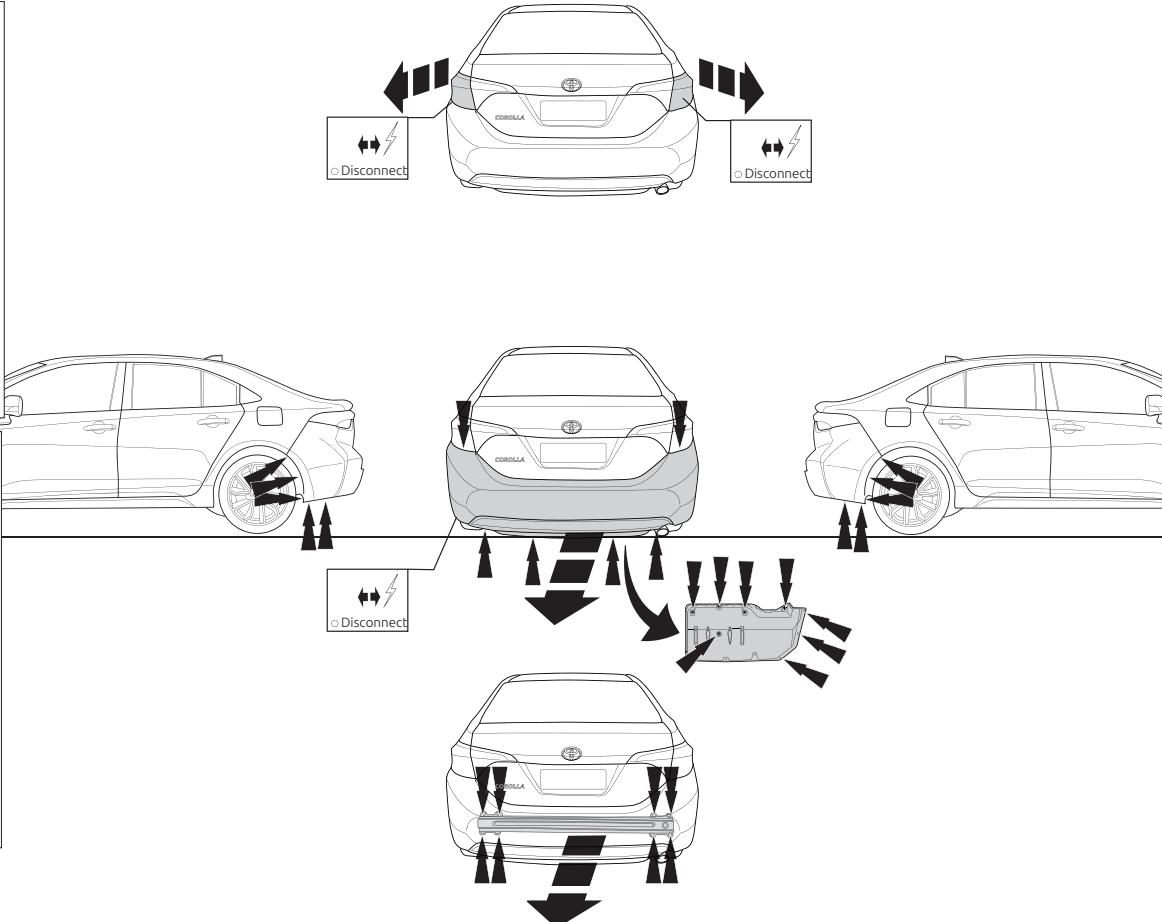

Fig. 1
- Снять бампер вместе со буферным бруском автомобиля. Буферный брус больше не понадобится. Поставить болты на место. См. рисунок 1.